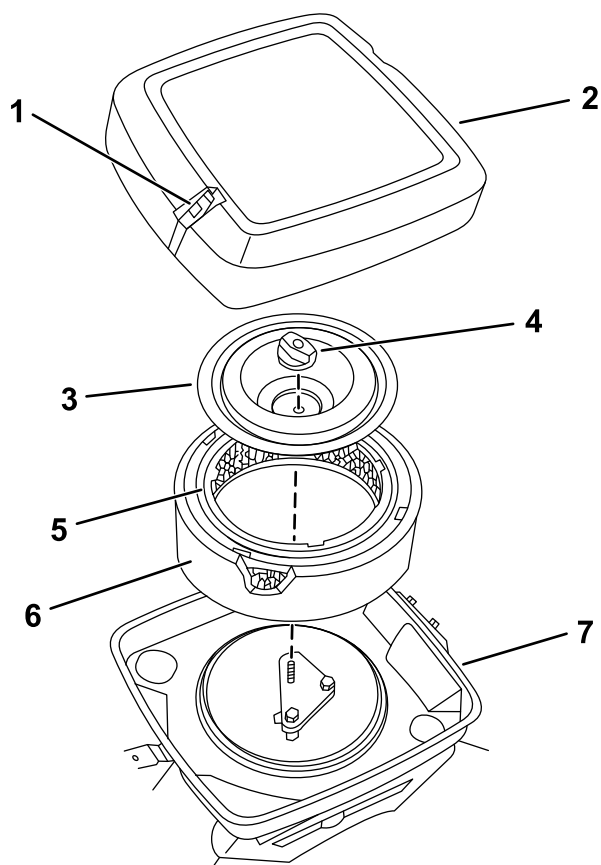

Figura 67
2. Separe el prelimpiador de espuma del elemento de papel (Figura 67).
2. Desenganche los clips de la tapa del limpiador de aire y retire la tapa (Figura 67).
3. Retire el pomo y la chapa (Figura 67).
5. Instale el prelimpiador de espuma nuevo en el cartucho nuevo (Figura 67).
6. Instale el conjunto del limpiador de aire, la chapa y el pomo en el cuerpo (Figura 67).
7. Cierre la tapa y asegúrela con los enganches (Figura 67).